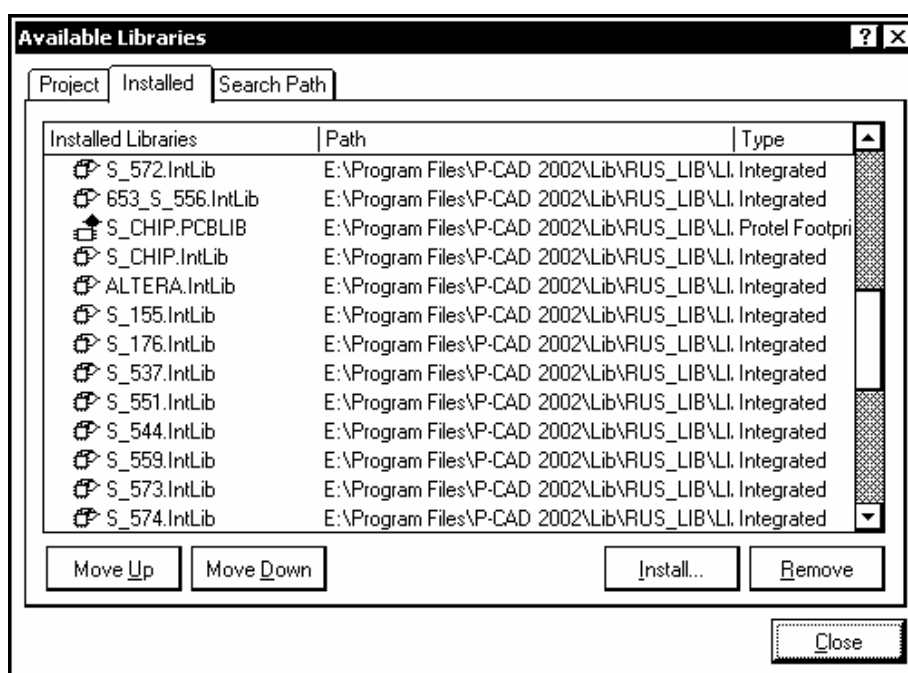

Рис. 3.25
2. Для присоединения недостающих библиотек щелчком на кнопке Libraries в верхней части панели активизировать окно со списком установленных библиотек Installed Libraries (рис. 3.25).
4. Кнопкой Close в окне на рис. 3.25 завершить подключение библиотек.
Для исключения ненужных в проекте библиотек вызвать аналогично п. 2 диалоговое окно (рис. 3.25), указать в нем ненужные библиотеки и удалить их из списка кнопкой Remove.